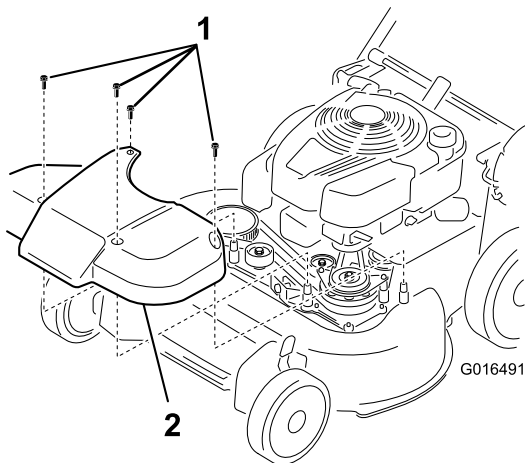

Figura 39
1. Rimuovete il coperchio del sistema di avanzamento lama (Figura 39).